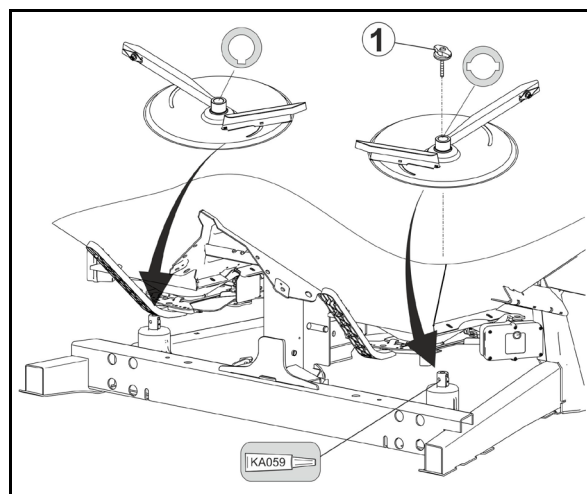

Fig. 71
1. Retirez l'écrou à ailettes (Fig. 71/1).